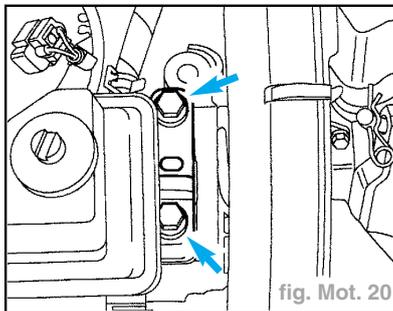

fig. Mot. 20
- Déposer les vis de la fixation du groupe motopropulseur côté droit (flèches) (fig. Mot. 20).